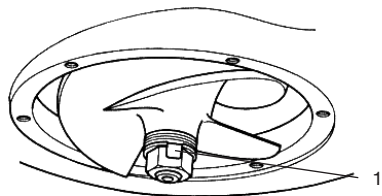

Рис. 37 Шайба стопорная гайки крепления импеллера
6. Разогните лапки 1 стопорной шайбы гайки крепления импеллера (Рис. 37).